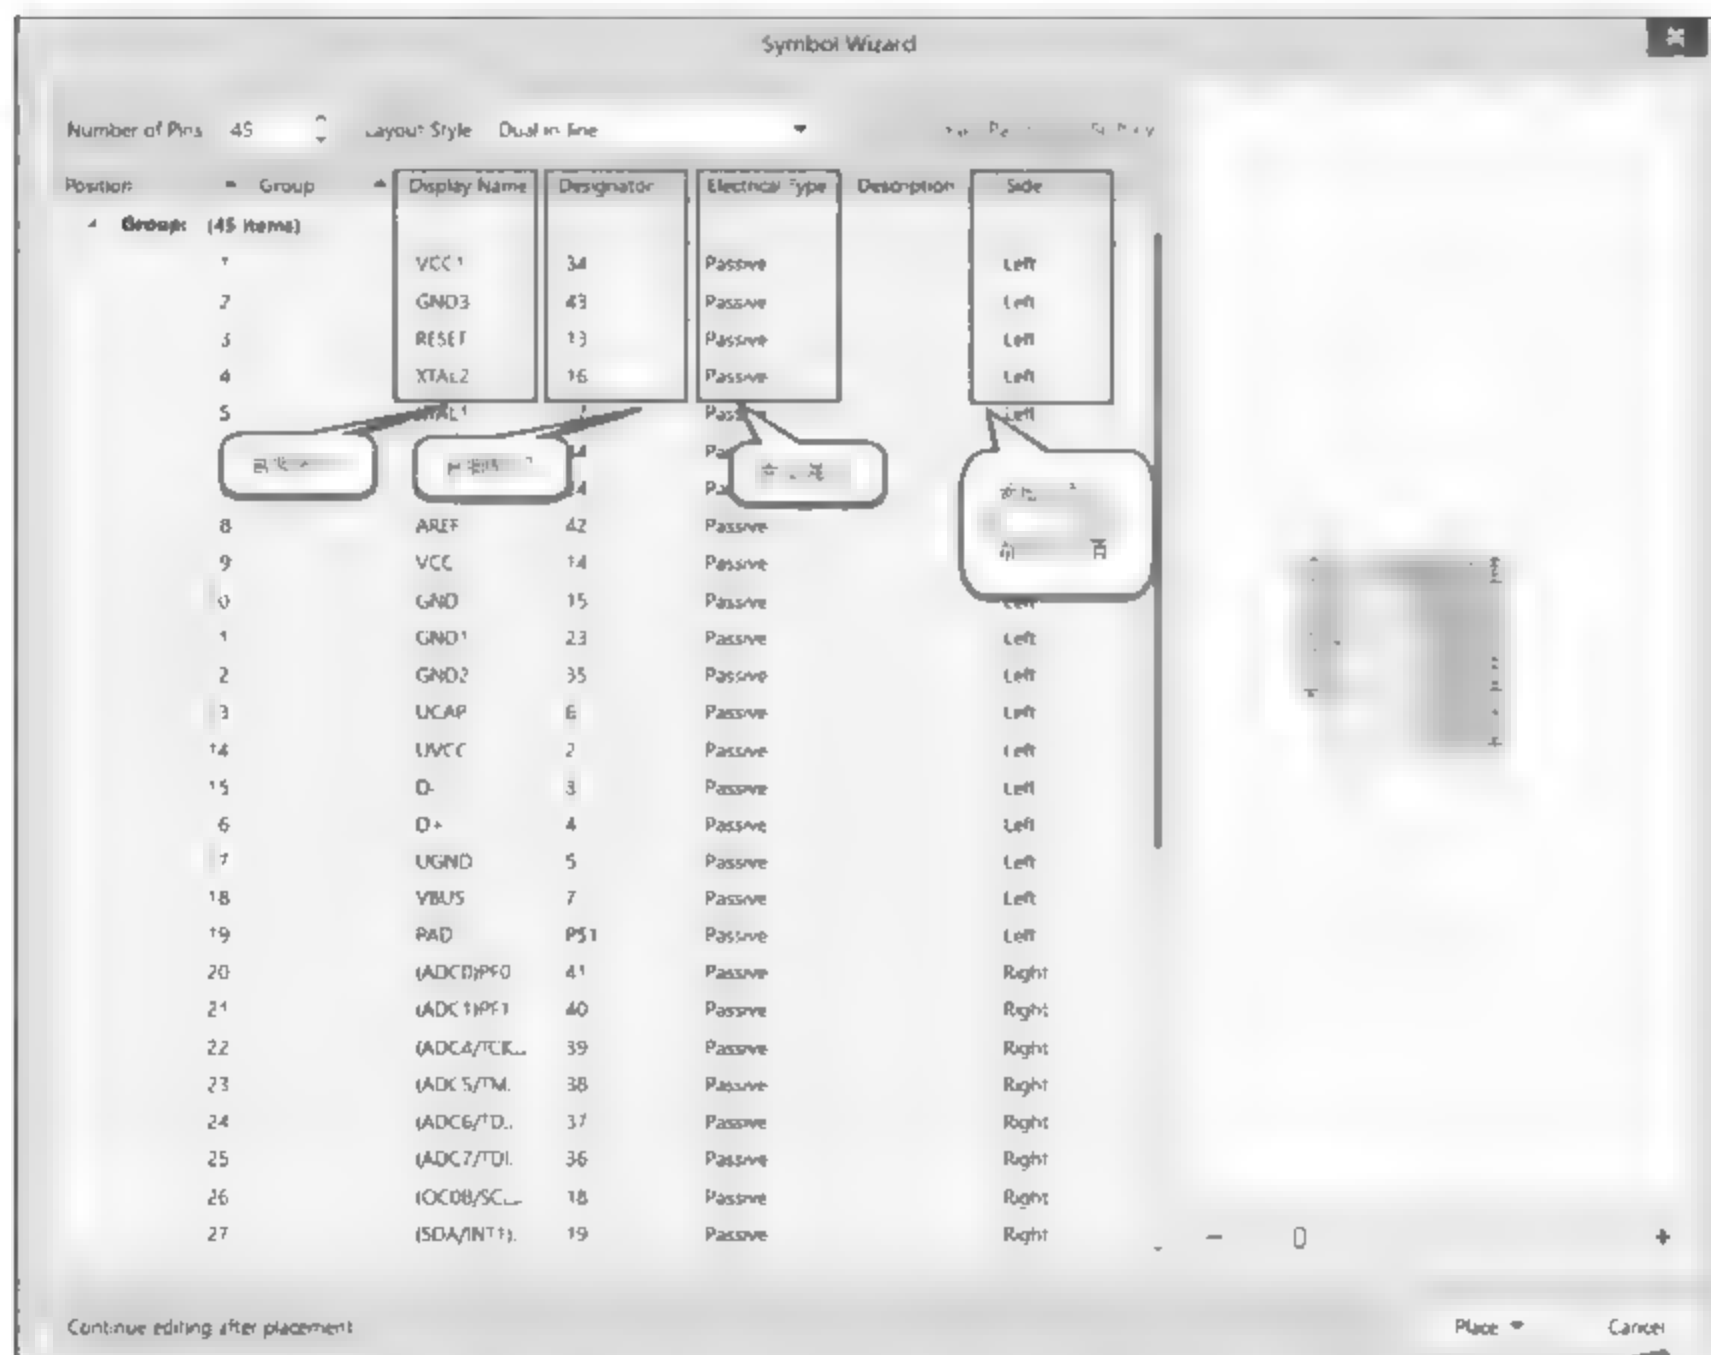

图 3-20 在 Symbol Wizard 对话框中输入管脚信息
(1) 在原理图库编辑界面下, 执行菜单栏中“工具”→“新器件”命令, 新建一个器件, 并重命名为 ATMEGA32U4。
(2) 执行菜单栏中“工具”→Symbol Wizard 命令, 打开 Symbol Wizard 对话框, 如图 3-20 所示。接下来就是在该对话框中输入需要的信息, 可以将这些管脚信息从器件规格书或者其他地方复制粘贴过来, 不需要一个一个地手工填写。手工填写不仅耗时、费力, 而且容易出错。